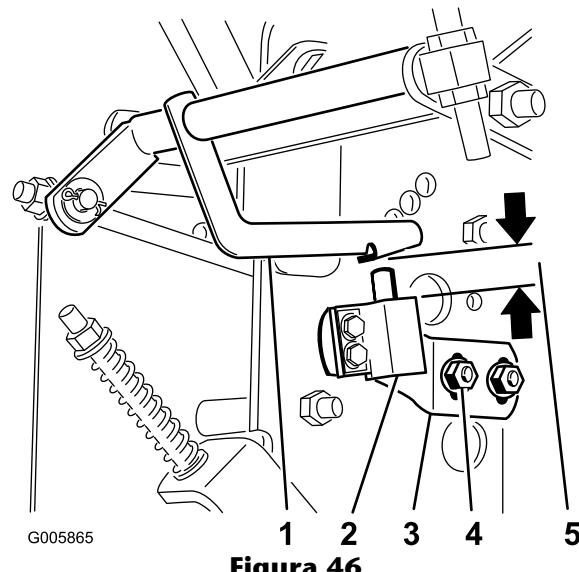

Figura 46
12. Con la palanca de control de la velocidad en la posición de punto muerto, compruebe que el interruptor de seguridad está presionado y que un espacio de 3 – 6 mm (1/8 – 1/4 pulgada) entre la barra accionadora y el interruptor de seguridad (Figura 46)..
13. Para ajustar la posición del interruptor, afloje los dos pernos del soporte que sujeta la chapa del interruptor al bastidor (Figura 46).
14. Ajuste el interruptor hacia arriba o hacia abajo hasta obtener un espacio de 3 – 6 mm (1/8 – 1/4 pulgada) (Figura 46).
15. Apriete los dos tornillos del soporte que sujetan la chapa del interruptor (Figura 46).